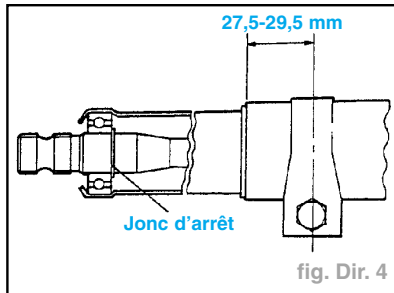

fig. Dir. 4
- Introduire le tuyau inférieur dans la colonne de direction inférieure jusqu'à ce que le roulement entre en contact avec le circlip situé sur l'arbre de direction inférieur (fig. Dir. 4).